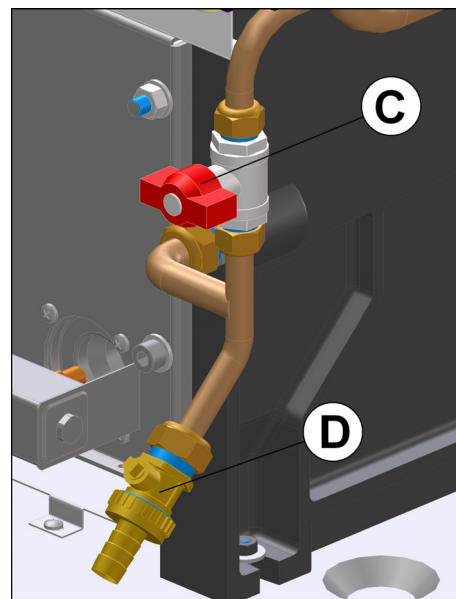
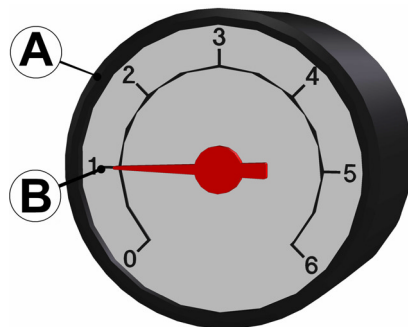

Fig. 7.2
Fig. 7.3
- 10 En las calderas **PE-WT100** abrir lentamente el grifo de llenado (C en la fig. 7.2) del circuito de calefacción.
- 10 Sulle caldaie **PE-WT100** aprire lentamente il rubinetto di riempimento (C in fig. 7.2) del circuito di riscaldamento.
- 10 On **PE-WT100** boilers, gradually open the central heating circuit fill-up cock (C in fig. 7.2).
portare l'indicazione del manometro (fig. 7.3) quindi chiudere il rubinetto di riempimento (C in fig. 7.2).
needle is as shown (fig. 7.3) now close the fill-up cock (C in fig. 7.2).
indicación del manómetro (fig. 7.3) luego cerrar el grifo de llenado (C en la fig. 7.2).
15 Completare il riempimento fino a portare l'indicazione del manometro come in fig. 7.3 quindi chiudere il rubinetto di riempimento. Lo sfiato dell'installazione, come pure quello del circolatore devono essere ripetuti più volte.
15 Fill-up until the gauge index is as indicated in fig. 7.3 then close the fill-up cock.
15 Finalizar el llenado hasta que la indicación en el manómetro llegue a ser la de la fig. 7.3 luego cerrar el grifo de llenado. La purga de la instalación, así como de la bomba de circulación se debe repetir más veces.